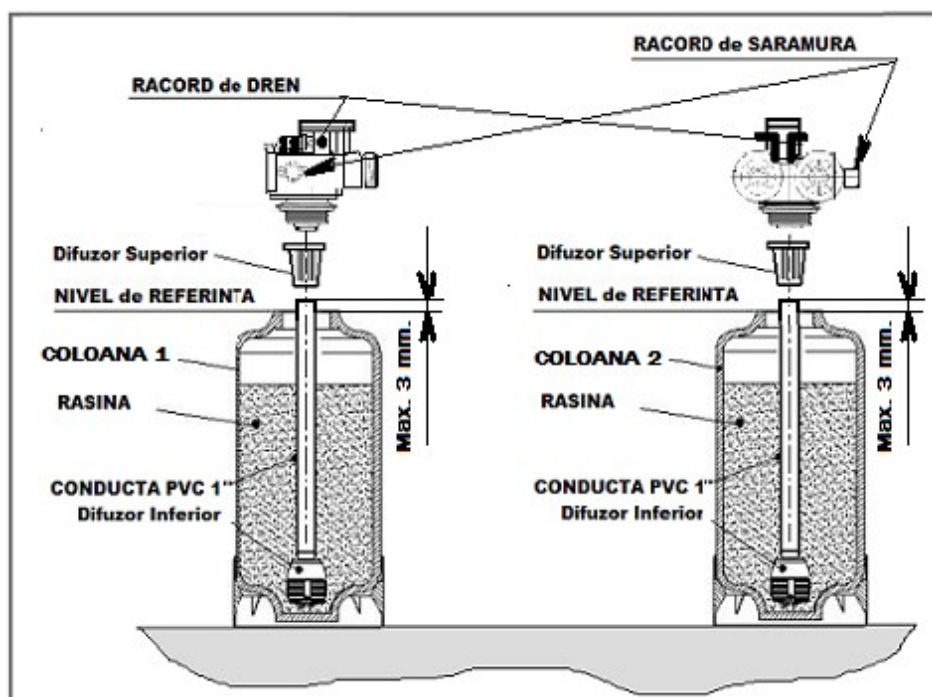

Fig. 26
- dupa introducerea Conductei PVC in Coloana si pozitionarea difuzorului in centrul de jos al coloanei se verifica NIVELUL DE REFERINTA ca in fig.26 !! ;